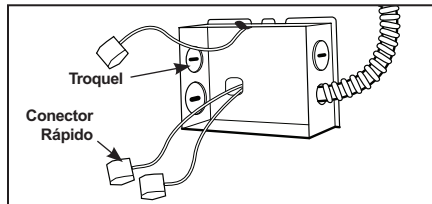

Figura 8
Paso 2. Quite la tapa de la caja de empalmes. Quite el/los troquel(es) apropiados para acomodar el tipo de suministro eléctrico que se está usando (Figura 8):
Paso 3. Pele el alambre de suministro 3/8" e inserte cada alambre de suministro en el conector correspondiente. Conecte el alambre negro del accesorio al caliente, el alambre blanco del accesorio al neutral y el alambre verde del accesorio a tierra. (Figura 8).